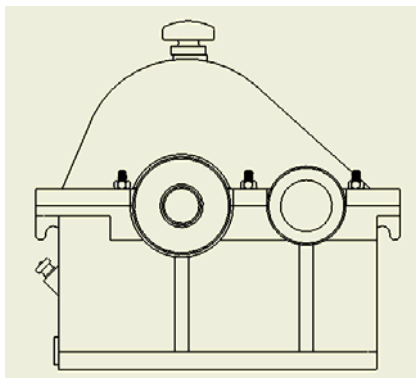

图 12-63 主视图的投影方向
①单击【放置视图】标签栏【创建】面板上的【基础视图】工具按钮,创建部件的主视图,注意为了能够在俯视图的局部剖视图中正确的表现内部零件之间的关系,主视图的投影方向应该垂直于箱体的一侧,如图 12-63 所示。